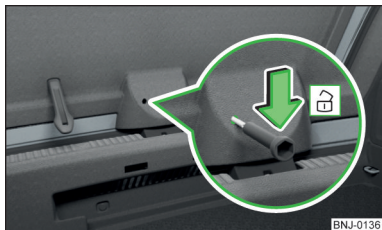

Fig. 285
- Introduceți în orificiul din capitonajul capotei » **fig. 285** o șurubelniță sau o altă unealtă asemănătoare, până la capăt.